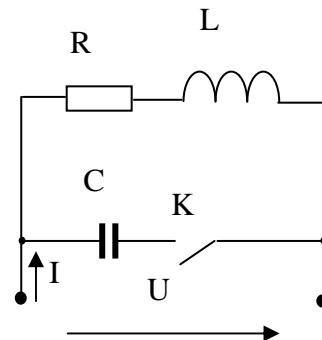

Рис. 2.5.10
2.5.10. Активно-индуктивный приемник с параметрами R и L (рисунок 2.5.10) потребляет мощность $P=1200$ Вт при токе 11 А и напряжении источника $U=220$ В. Определить емкость батареи конденсаторов, которую нужно включить параллельно приемнику, чтобы повысить коэффициент мощности до $\cos \varphi^1=1$. Какой ток I^1